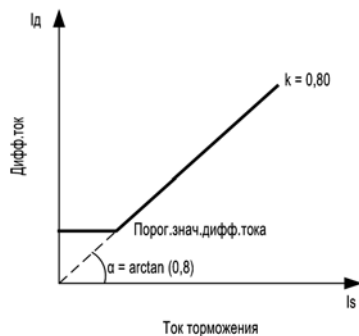

рис. 7-13 Характеристика срабатывания защиты шин
- Повторите проверку с различными значениями постоянного I_1 . Характеристику отключения иллюстрирует рис. 7-13, стр. 304.
Характеристику отключения показывает рис. 7-13, стр. 304.